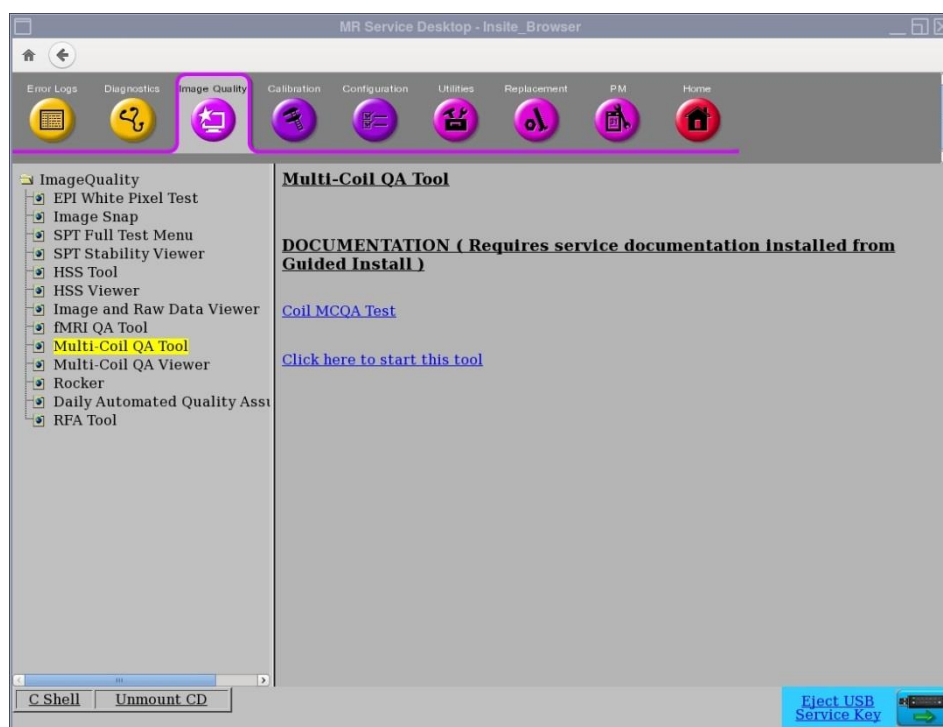

Рис. 1
1. Из раздела Common Service Desktop (CSD) (Общий рабочий стол обслуживания) перейдите в приложение Service Browser (Сервисный браузер) и выберите на вкладке [Image Quality] (Качество изображения) пункт Multi-Coil QA Tool (Многокатушечный инструмент контроля качества), а затем Click here to start this tool (Нажмите здесь для запуска инструмента), как показано на Рис.1.